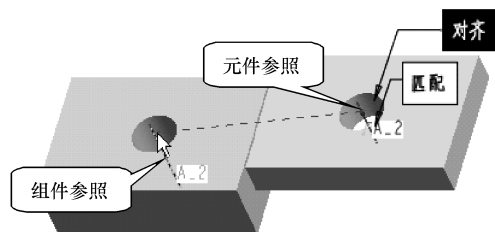
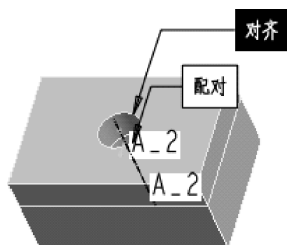

图9-44 选择轴对齐参照
图9-45 完成轴对齐
(4) 在【放置】下滑面板的【集】列表中单击【新建约束】，【集】列表中弹出第2个约束，在【约束类型】列表中选择【对齐】选项。
(5) 分别选择“jian2”的“A_2”轴和“jian1”的“A_2”轴作为参照，如图9-44所示。此时图形区如图9-45所示。